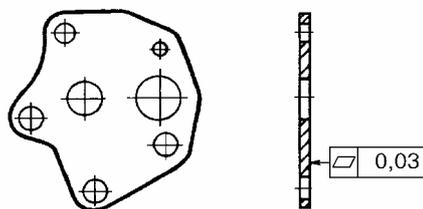

Рис.10. Крышка 2101-1011052 масляного насоса
3.2.6 Крышка **2101-1011052** масляного насоса (рис.10).